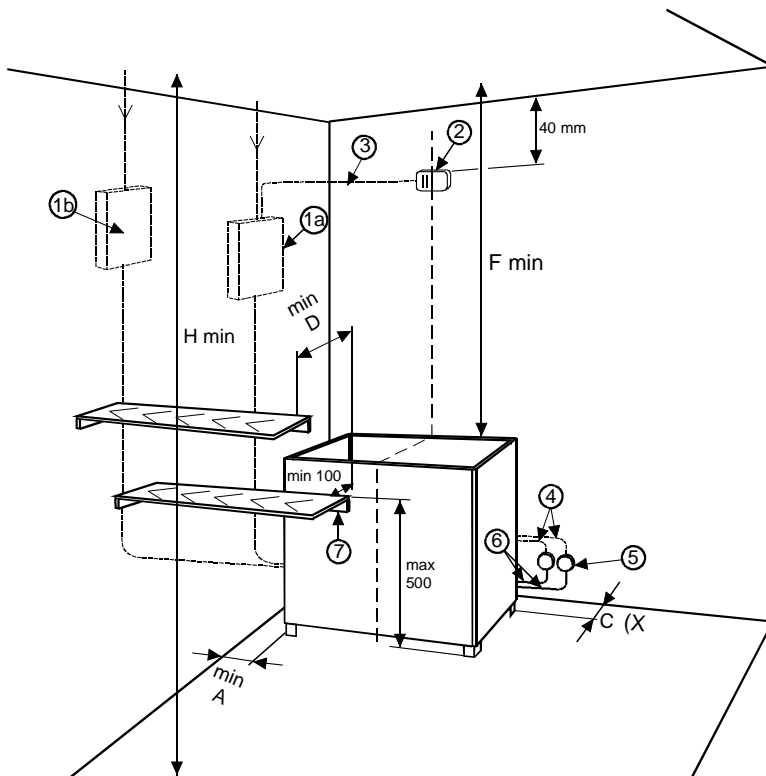

Abbildung 1
- beachten Sie bei der Montage die in der Abb. 1 dargestellten Abstände, da es ansonsten zum Brand kommen kann.
Der Schaltkasten muss an einer geeigneten Stelle außerhalb der Sauna montiert werden. Die Sensoreinheit muss in der Sauna an der Wand gemäß Abb. 1 befestigt werden. Beachten Sie bitte die Messungen in Abb. 1, sonst kann es zu Verbrennungen kommen.
Die Elektroinstallation des Saunaheizgerätes und des Steuergerätes muss von einem qualifizierten Elektriker gemäß den Anforderungen durchgeführt werden. Der Hauptanschluss wird gemäß Abb. 1 durchgeführt. Die notwendigen Schaltpläne befinden sich im Inneren des Heizgerätes und des Steuergerätes. Das Heizgerät kann mit der Gummiaderleitung HO7RN-F angeschlossen werden, siehe Tabelle 1. Der Anschlusskasten muss spritzwasserdicht sein und darf nicht höher als 500 mm vom Boden befestigt werden. Falls die Anschluss- und Installationskabel im Inneren der Sauna oder in den Wänden in der Höhe von mehr als 1000 mm vom Boden verlegt sind, müssen sie der Temperatur von mindestens 170 °C standhalten können (zum Beispiel HO7SS-K4G). Alle elektrischen Geräte, die in der Höhe von mehr als 1000 mm vom Saunaboden angebracht werden, müssen für den Gebrauch bei der Umgebungstemperatur von 125°C geeignet sein (Kennzeichnung: T 125).